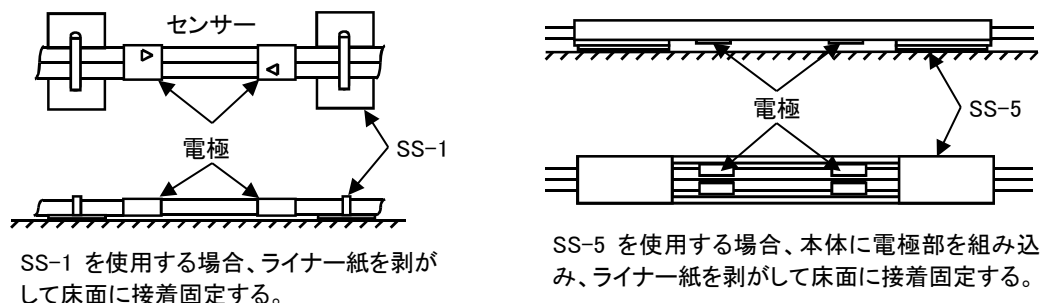

図 15 センサー固定方法
- ・ SS-1 ステッカーを使用します。ただし、金属面等の導電性面への布設や、扉、出入口等で人がセンサーを踏みつける恐れのある場所、または埃の多いフリーアクセスフロアの下面への布設の場合は、SS-5を使用します(図 15)。